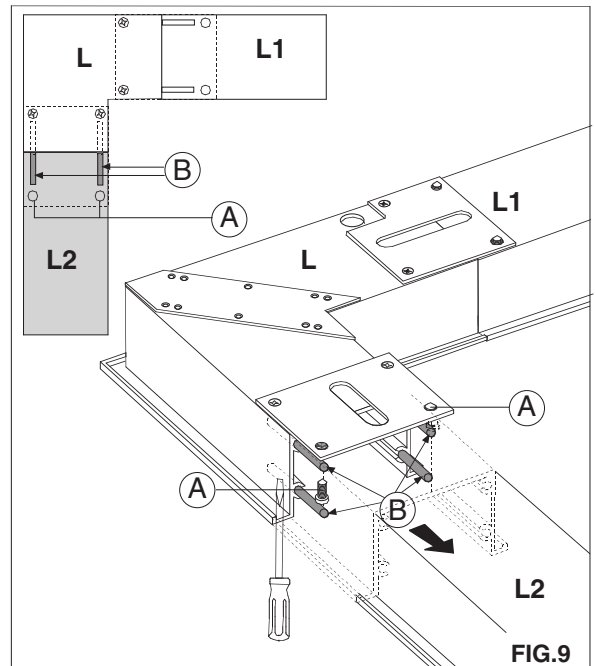

FIG.9
- Inserire il 2°modulo lineare L2 nel controsoffitto e procedere per il fissaggio con modulo L come per modulo L1. FIG.9